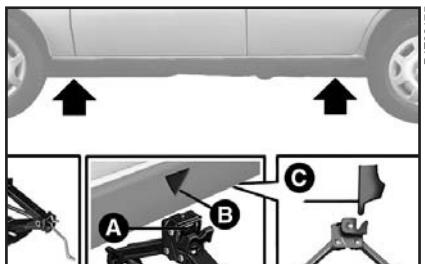

рис. 4
4) Установите домкрат напротив метки **B** (рис. 4) рядом с колесом, подлежащим замене, и убедитесь, что лонжерон **C** вошел в паз домкрата.